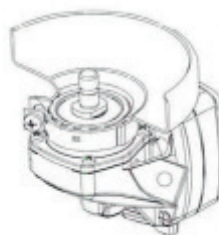

IMAGEN 3
**¡Atención!** Confirme si el extremo convexo del escudo de protección fue rotado y está posicionado para quedar entre el disco y el operador antes de apretar el tornillo. (IMAGEN 3)